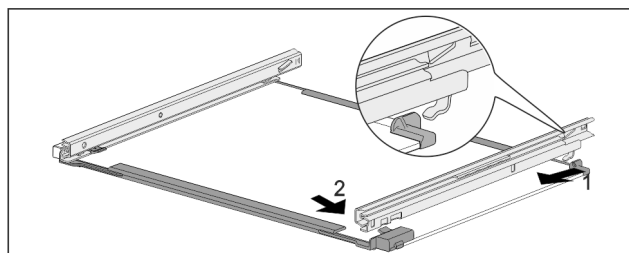

Fig. 165 Sklenená doska s koľajničkami
- ▶ Zaháknite koľajničku vzadu. Fig. 165 (1)
- ▶ Zaklapnite koľajničku vpredu. Fig. 165 (2)